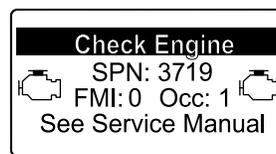

Рисунок 49
- Предупреждение о двигателе SPN 3719, FMI 0 (Рисунок 49)